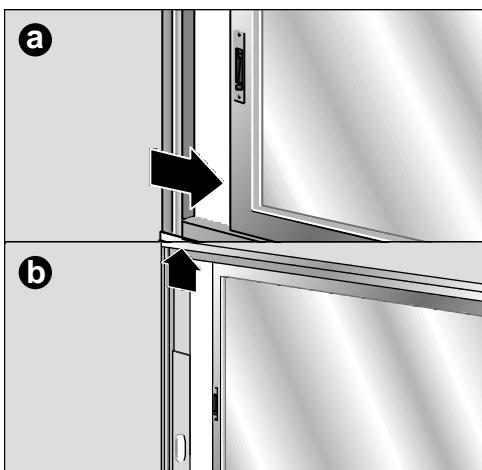

Abb. 14
- Sie können auch das Zubehör für Schiebefenster / Balkontüren (siehe Abschnitt "Beschreibung des Zubehörs") verwenden (**Abbildung 14: a, b, c, d**). Dieses kann sowohl für horizontale als auch für vertikale Fenster verwendet werden.